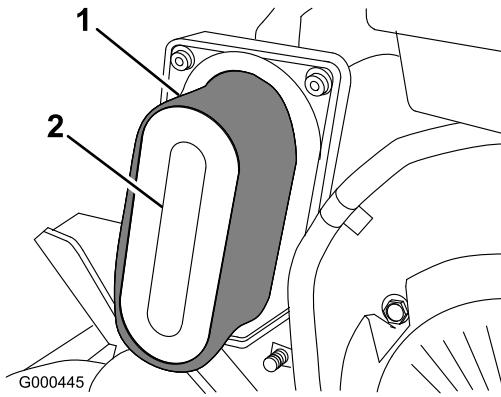

Figura 25
- Se l'elemento in schiuma sintetica è sporco, toglietelo dall'elemento di carta (Figura 25), e pulitelo accuratamente.